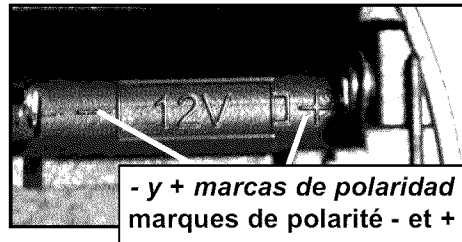

FIG. 8-2 **Haga coincidir la polaridad de la batería.**
- Asegúrese de que la batería nueva esté en la dirección correcta (Haga coincidir la polaridad con los símbolos adentro de la tapa de la batería) (Fig. 8-2).
- Veiller à ce que la nouvelle pile se trouve dans la bonne direction (Faire correspondre la polarité des piles en respectant les symboles indiqués à l'intérieur du couvercle de la pile) (Fig. 8-2).